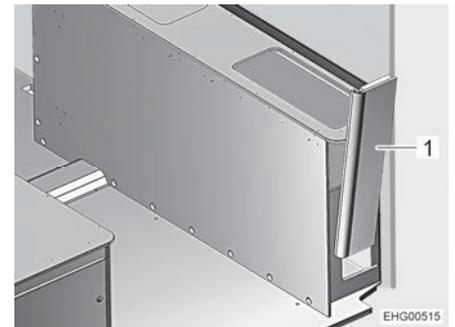

Fig. 124 Armazón de la cama a la derecha, pared lateral
- Retirar la pared lateral (Fig. 124,1) hacia arriba traqueteándola ligeramente.